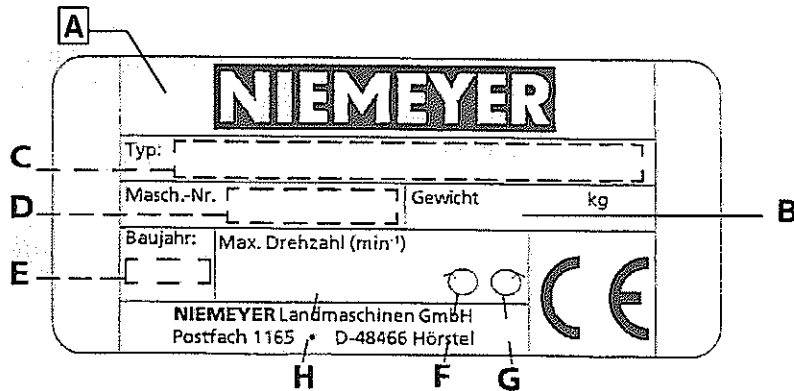

Abbildung 1: Maschinenschild
Jede Maschine ist mit einem Maschinenschild versehen (siehe Abbildung 1, (A)):